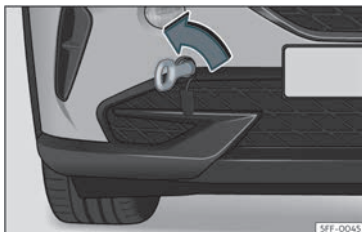

Fig. 44 Parte direita do para-choques dianteiro: argola de reboque enroscada.
- Enrosque a argola de reboque no alojamento girando-a ao máximo **no sentido contrário ao dos ponteiros do relógio** >>> **Fig. 44** >>> **!** Utilize um objeto adequado com o qual possa enroscar completa e firmemente a argola de reboque no seu alojamento.